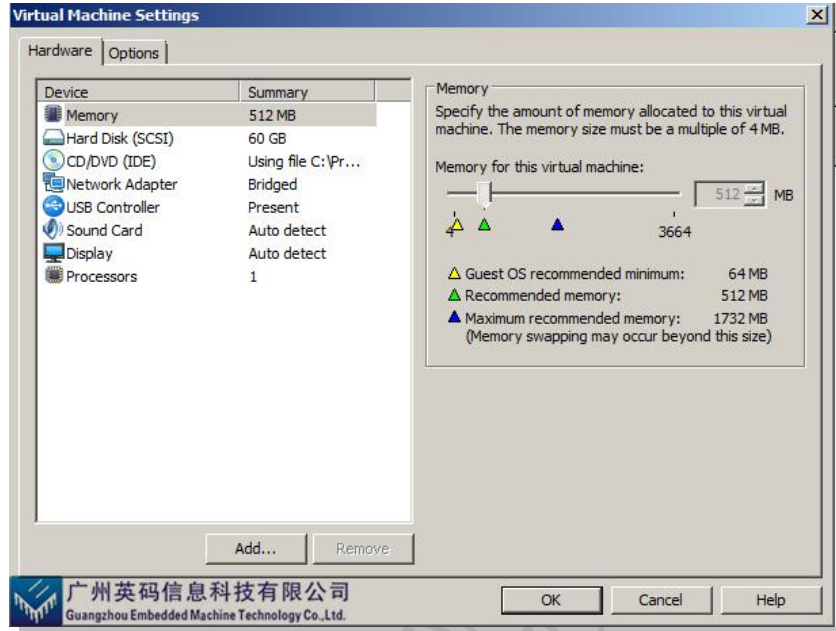

图 4.16
- 1) 设置共享文件夹。选择 VM/Settings 或者 Ctrl+ D 系统弹出如图 4.16 所示的对话框